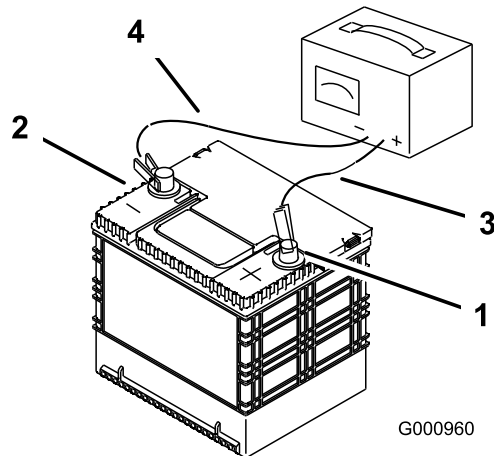

Figure 60
- Quand la batterie est chargée au maximum, débranchez le chargeur de la prise, puis débranchez les fils du chargeur des bornes de la batterie (Figure 60).